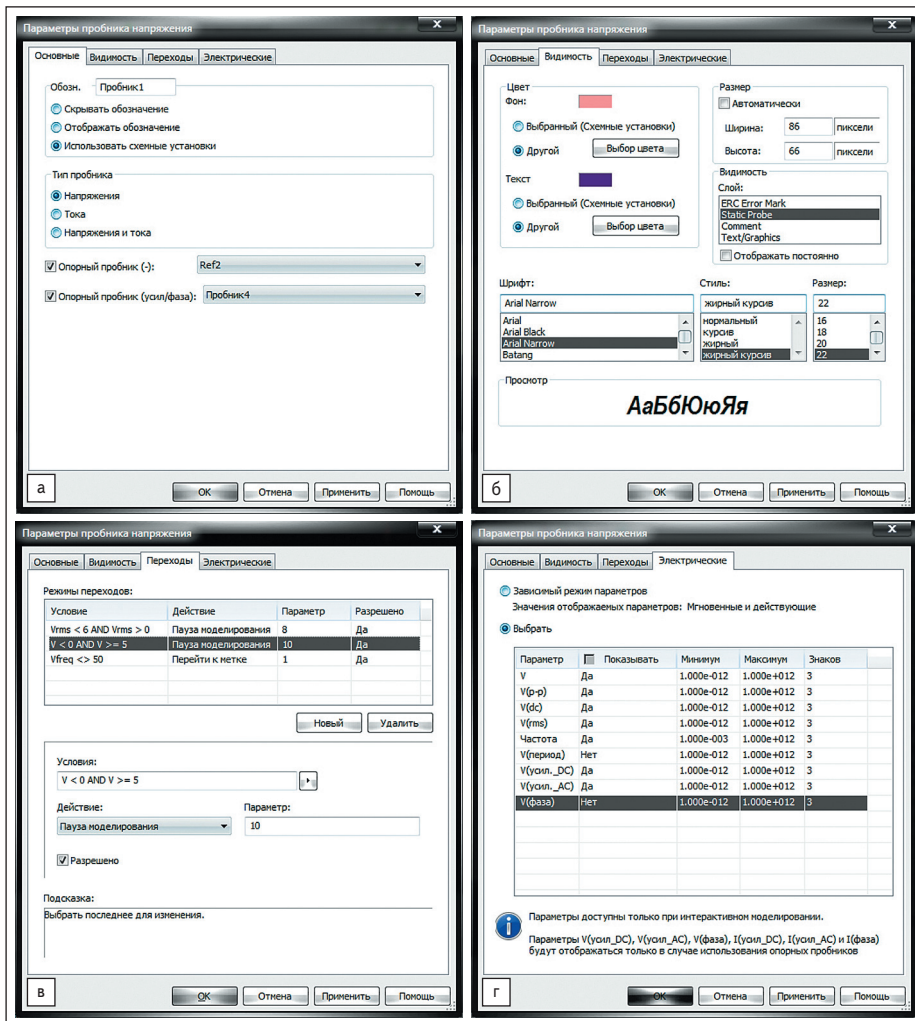

Рис. 12. Окно «Параметры пробника напряжения», вкладка: а) «Основные»; б) «Видимость»; в) «Переходы»; г) «Электрические»
- «Основные» (рис. 12а);
- «Видимость» (рис. 12б);
- «Переходы» (рис. 12в);
- «Электрические» (рис. 12г).